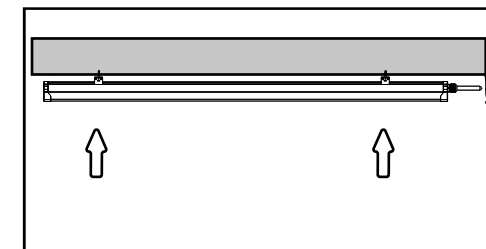

Рис. 3
- Закрепите скобы на поверхность установки и защелкните в скобы осветительный прибор (рис. 3).